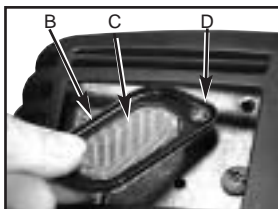

Fig. 4-5C
4. Install and secure second screw (Figure 4-5C).
4. Poser la deuxième vis et bien la serrer (Figure 4-5C).